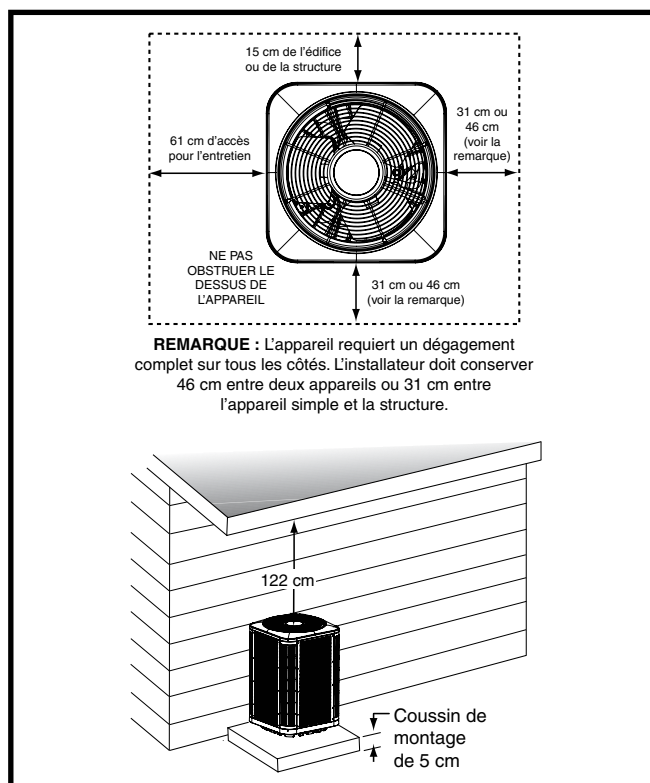

Figure 1. Dégagements requis
- Les obstacles aériens, les zones mal aérées et les zones propices à l'accumulation de débris sont à proscrire. Consultez la Figure 1.
- Un dégagement suffisant pour permettre à l'air de circuler sans obstruction à travers le serpentin extérieur doit être maintenu pour obtenir le rendement nominal. Voyez la Figure 1 pour les exigences relatives au dégagement minimal.
- Les dégagements doivent respecter ceux qui sont illustrés à la Figure 1.
- Une dalle de montage adéquate doit être installée et séparée de la fondation de l'édifice. La dalle doit être au niveau et assez résistante pour supporter le poids de l'appareil. La dalle doit être à au moins 5 cm au-dessus du sol et offrir un drainage adéquat. Consultez la Figure 1.